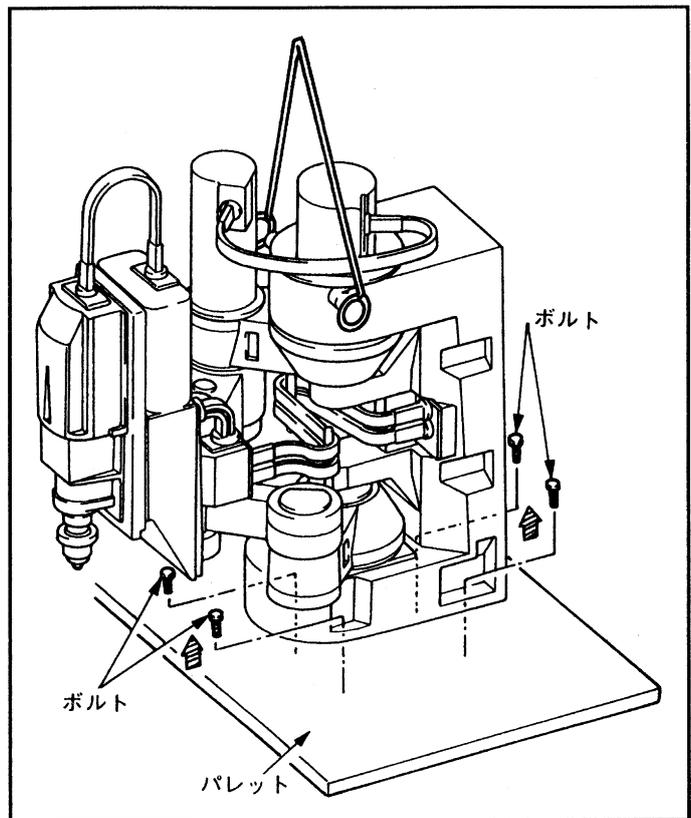

図5-56 ボルトの取り外し
- ④作業員Aはロボットを図5-56に示すパレットに固定しているボルト4個をはずしてください。
- ⑤作業員Bはクレーンを操作し、目的の場所までロボット本体を移動してください。